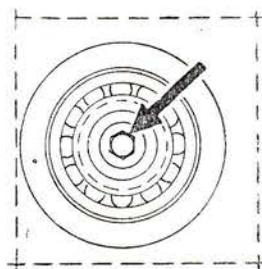

Рис. 7
4. Поставить набор шайб и шпонку на передний конец коленчатого вала, поставить на место храповую шестерню и торцевым ключом 14 мм с воротком завернуть торцевой болтик (рис. 7).